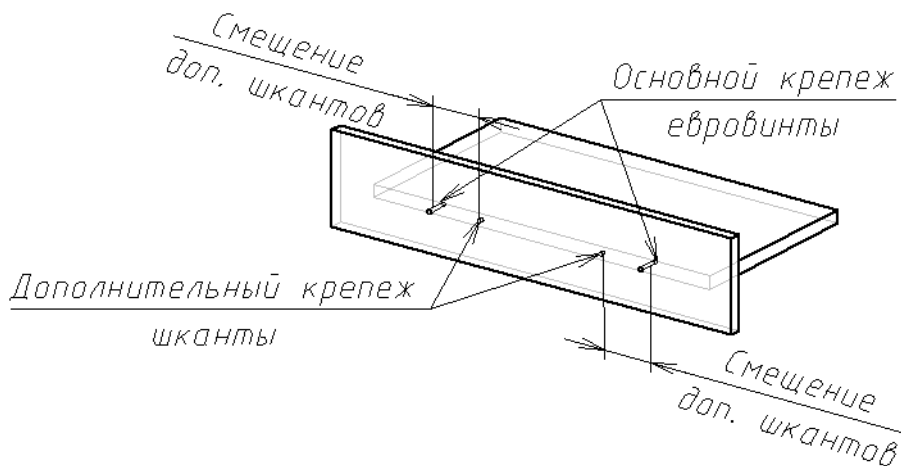

Рис. 4.3. Группы крепежа
- ▼ **Дополнительный крепеж** — шканты, устанавливаемые при необходимости дополнительно к элементам основного крепежа (рис. 4.3).